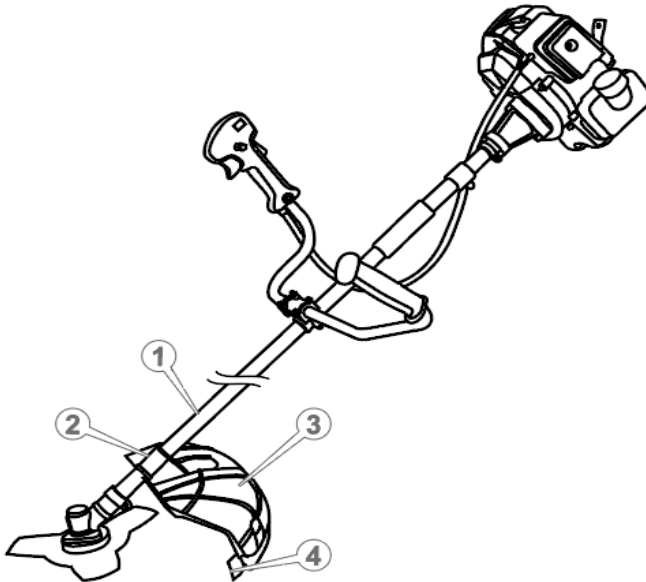

Рисунок 6. Схема встановлення захисного кожуха.
- встановити ніж (4, рис. 6) для обрізання жилки на захисний кожух (3, рис. 6) і надійно закрутити за допомогою фіксуючих кріплень;
- встановити захисний кожух (3, рис. 6) на штангу за допомогою комплекту кріплень так, щоб позиціонуючий отвір скоби (2, рис. 6) поєднався із відповідним отвором штанги (1, рис. 6), та зафіксувати гвинтами з комплекту. Переконайтеся в надійності кріплення захисного кожуха – прокручування не допускаються.
Жилка під час роботи зношується. Щоб замінити робочі кінці жилки – подати мотокосу до землі так, щоб різальний низ головки злегка короткочасно торкнувся корпусом поверхні землі, що призведе до виходу нової частини жилки, а зайва буде автоматично відрізана різальним ножем (4, рис. 6).